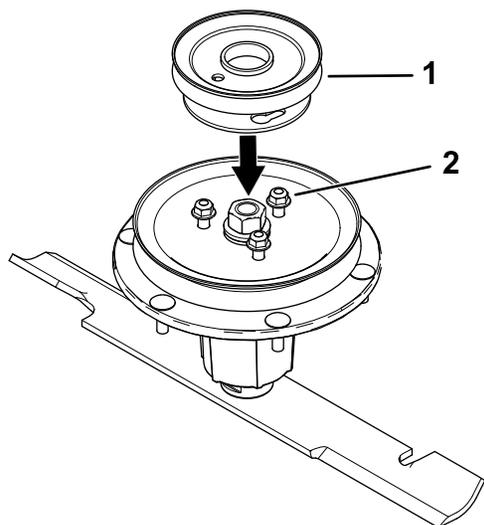

Figura 10
7. Alinhe o novo conjunto da polia de forma a que as aberturas encaixem sobre as porcas (Figura 10).